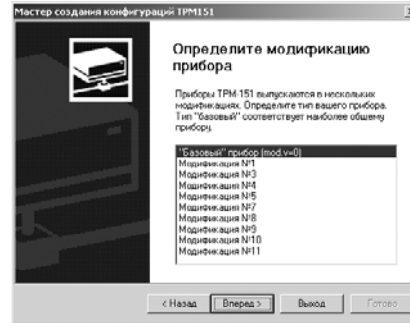

Рис. 24
**Если модификацию считать не удастся,** появится соответствующее сообщение. Нажмите [OK] – открывается окно с приглашением выбрать модификацию прибора из списка (рис. 24).